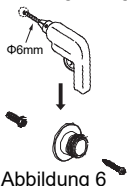

Abbildung 6
- Entfernen Sie die Kupferschraube und bohren Sie dann mit dem $\Phi 6\text{mm}$ Bohrer ein Loch an der markierten Stelle. Bringen Sie die Kupferschraube an (Abbildung 6).